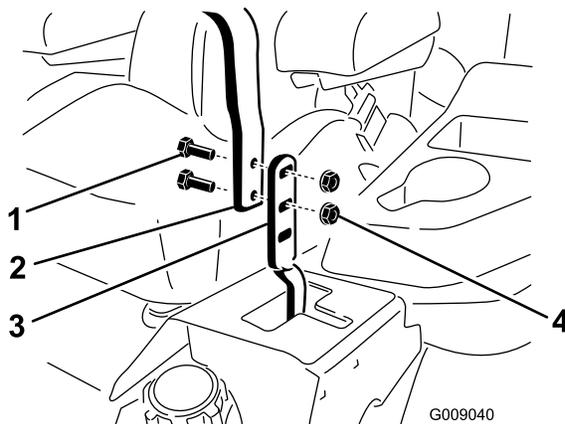

Figure 84
3. Desserrez les boulons et les écrous à embase situés dans les leviers (Figure 84).
4. Réglez l'alignement avant/arrière des leviers en les plaçant tous deux à la position **POINT MORT**, puis faites-les coulisser jusqu'à ce qu'ils soient alignés, et resserrez les boulons (Figure 84).